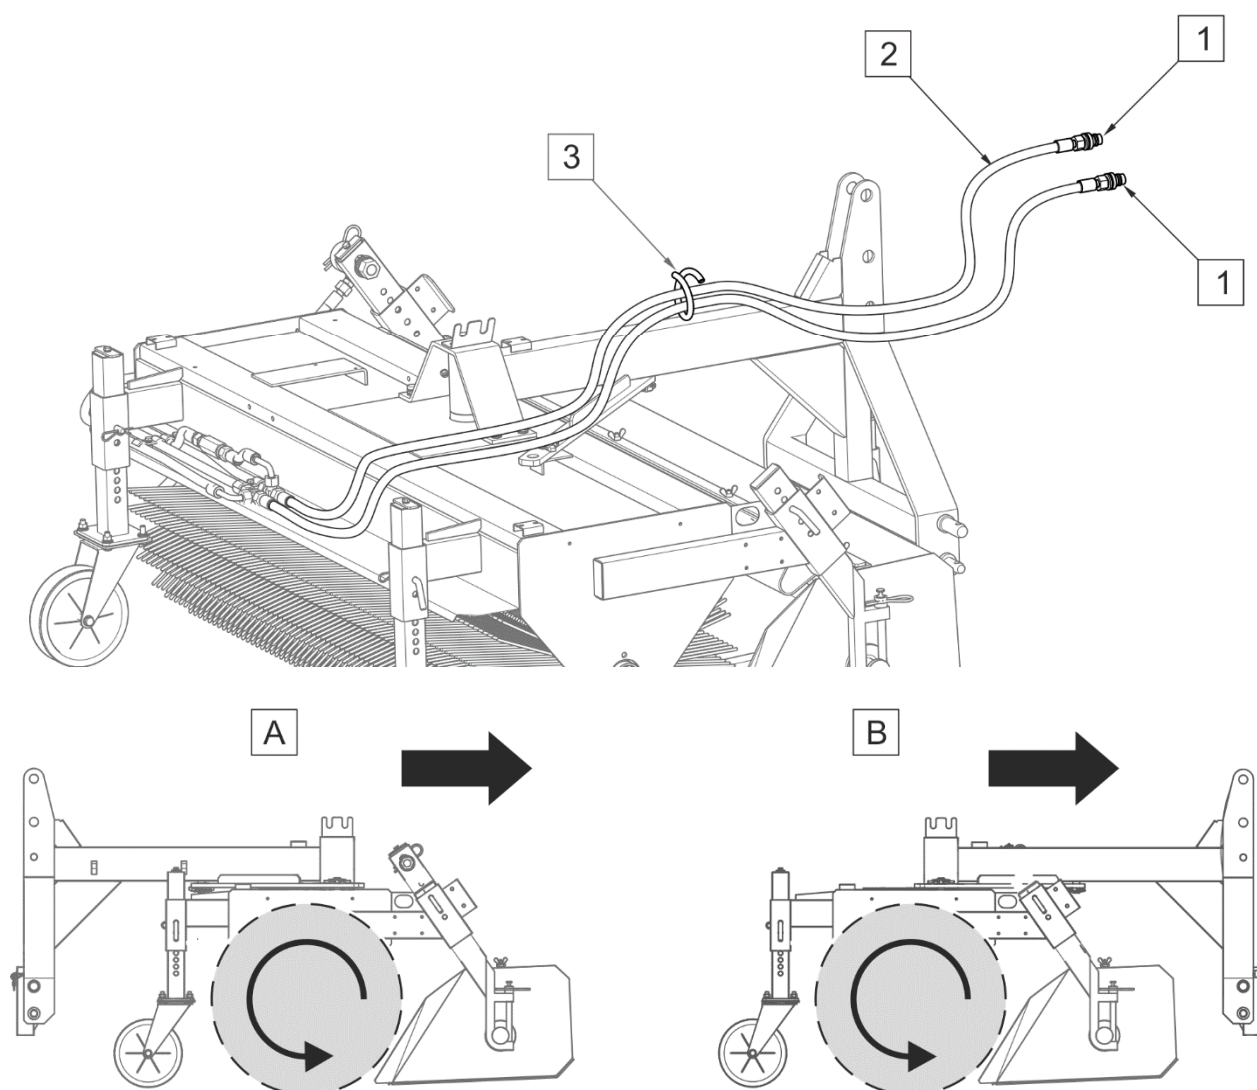

РИСУНОК 4.1 Подсоединение гидравлической системы.
(1) - штекеры гидравлических разъемов; (2) - гидропровода; (3) - держатель для проводов
Включить соответствующий гидравлический контур при помощи рычага гидрораспределителя транспортного средства. Проверить направление вращения вальцовой щетки. Щетка должна вращаться в направлении, противоположном движению. Если щетка не будет вращаться, то в таком случае необходимо заменить местами подсоединения гидропроводов. Если подметально-уборочная машина оснащена трехточечной системой навески, то гидропровода нужно провести через держатель (3) (РИСУНОК 4.1)
(1) - бак для воды; (2) - пробка заливного отверстия
Наполнение бака для воды (1) осуществляется через заливное отверстие с пробкой (2) и воздухоотводом (РИСУНОК 4.1).